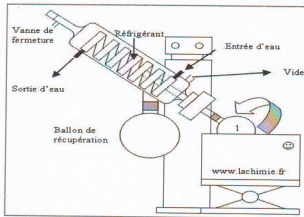

Figure 01 : schéma simplifié d'un évaporateur rotatif
- Concentration sous-pression réduite: on limite l'élévation de température, l'opération est souvent réalisée dans un évaporateur rotatif (ROTAVAPOR) (figure 01)